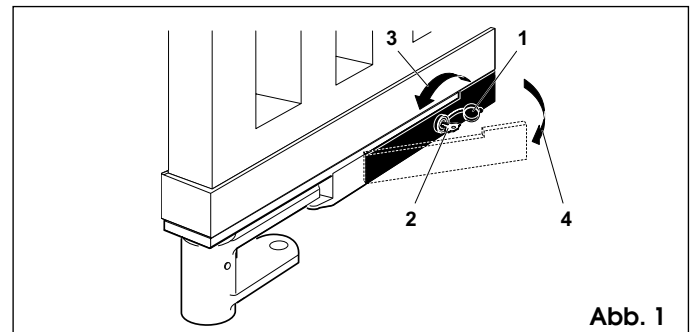

Abb. 1
Sollte infolge von Stromausfällen bzw. Betriebsstörungen ein manueller Torbetrieb erforderlich sein, muß auf das Entriegelungssystem mit Schlüssel zurückgegriffen werden. Das System gehört zum Tor-Lagerbügel (Abb.1-Pos.6) und ermöglicht die Entriegelung inner- und außerhalb des Grundstücks.
Bolzen und Kugel des Lagerbügels über die entsprechende Bohrung von Abb.1-Pos.13 schmieren.
Einer konstanten Schmierung bedürfen ebenfalls die Hebelbolzen, das Ritzel und der Schloßeingriff mit dem Klemmbügel (Abb.1-Pos.5), wobei die Funktionskontrolle des manuellen Betriebs vorzunehmen ist.
- Schutzabdeckung des Elektroschlusses öffnen (Abb. 1-Pos. 1)
- Entriegelungsschlüssel in das Schloß einstecken (Abb. 1-Pos. 2)
- Schlüssel bis zum Anschlag in Pfeilrichtung drehen (Abb. 1-Pos. 3)
- Hebel hochziehen (Abb. 1-Pos. 4)